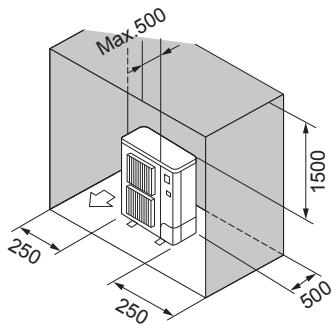

Fig. 2-8
- ⑥ Enbart hinder på baksidan, sidorna och ovansidan (Fig. 2-8)